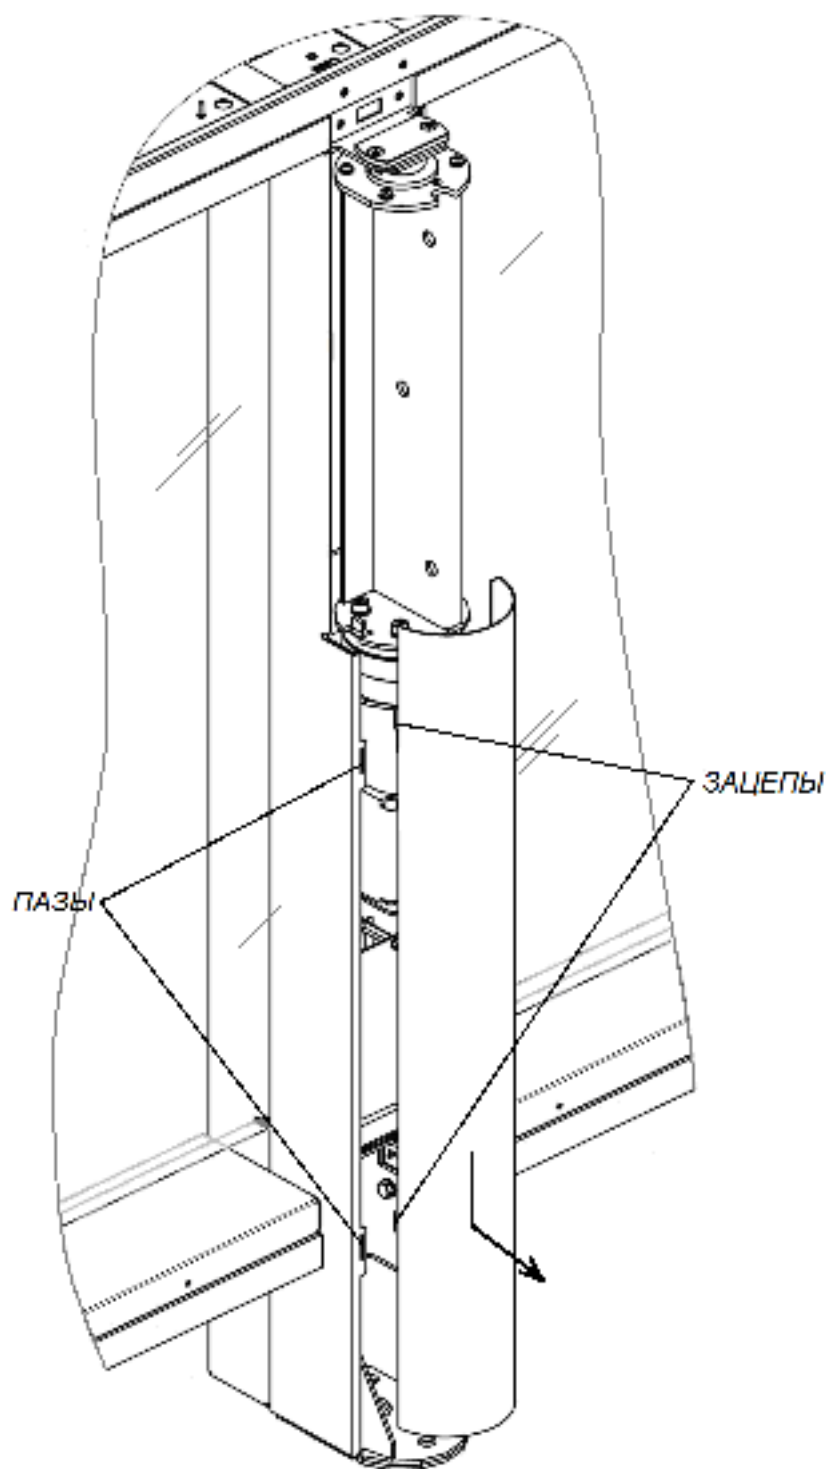

Рисунок 20. Снятие кожуха центральной стойки
21. При необходимости произведите монтаж считывателей карт доступа: либо на предусмотренные для этого полки в верхнем коробе на торцах стойки (см. рис. 20), либо непосредственно на верхних крышках секций снизу (**PERCo-MR07 OEM**). Для фиксации считывателей используйте двусторонний скотч и при необходимости неметаллические подкладки, чтобы расположить его как можно выше (т.е. ближе к верхней поверхности крышки) с целью увеличить дальность считывания. Кабели от считывателей аккуратно проведите через верхний короб и центральную стойку к месту ввода кабеля от контроллера СКУД, используя штатные окна в деталях корпуса секции. Кабели не должны проходить между отверстиями для крепления верхней крышки секции и вблизи
24. Установите на свои места передние панели боковых стоек (8) (разд. 8.9.2). После установки проверьте, чтобы верхний край панелей находился на одном уровне с корпусом секции. Панель с торцевым блоком индикации устанавливается с того края секции, где находится модуль управления индикацией, который закреплен на одной из двух стальных защитных пластин в верхнем коробе (см. рис. 20). При этом к торцевому блоку индикации необходимо подсоединить соответствующий соединительный кабель от модуля управления индикацией. Для отображения на торцевом блоке индикации белой стрелки соединительный кабель должен быть подключен к разъему **ARROW** модуля управления индикацией, для отображения красного креста – к разъему **CROSS** (см. разд. 8.9.2, рис. 20).
Для снятия передней панели боковой стойки (8) – сдвиньте ее вдоль стойки вверх и затем на себя, выводя зацепы панели из пазов в боковой стойке (см. рис. 20). Осторожно, не повредите соединительный кабель! Отсоедините разъем соединительного кабеля от платы блока индикации.